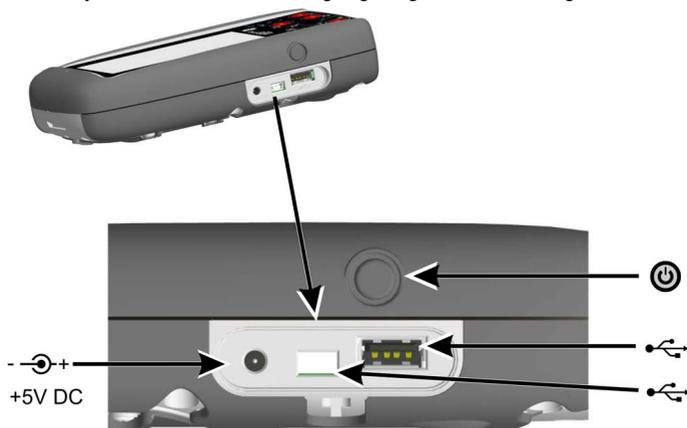

Abbildung 1-4: Ein/Aus-Taste und Anschlüsse des DPI 620 Genii
1. Schließen Sie das Gleichstrom-Netzteil an den +5 V DC-Anschluss an der Seite des Geräts an, siehe Abbildung 1-4.
Wenn das Gerät ausgeschaltet ist, drücken Sie kurz die Ein/Aus-Taste (Abbildung 1-4), bis die Anzeige blinkt und der Begrüßungsbildschirm angezeigt wird.